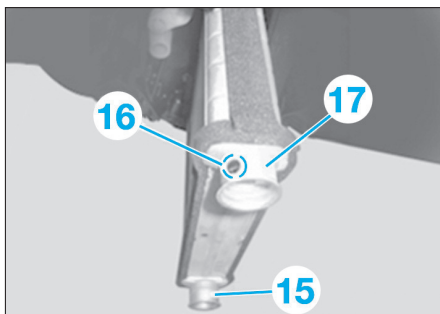

Fig. 35
- Le raccord d'alimentation (15) doit par conséquent se trouver en bas (Fig.35).